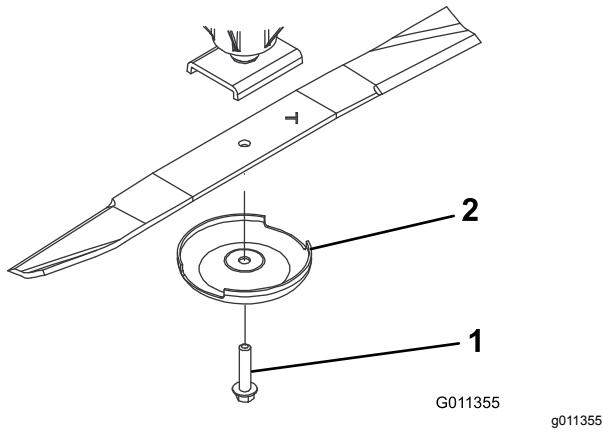

Figura 85
- Sujete el extremo de la cuchilla usando un paño o un guante grueso. Retire del eje de la cuchilla el perno de la cuchilla, el protector de césped y la cuchilla (Figura 85).
- Instale la cuchilla, con la vela hacia la carcasa de corte, con el protector de césped y el perno de la cuchilla (Figura 85).